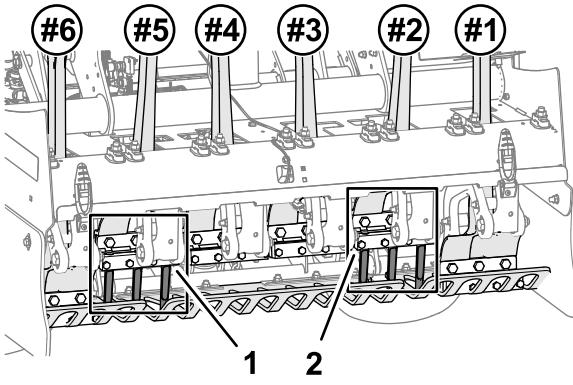
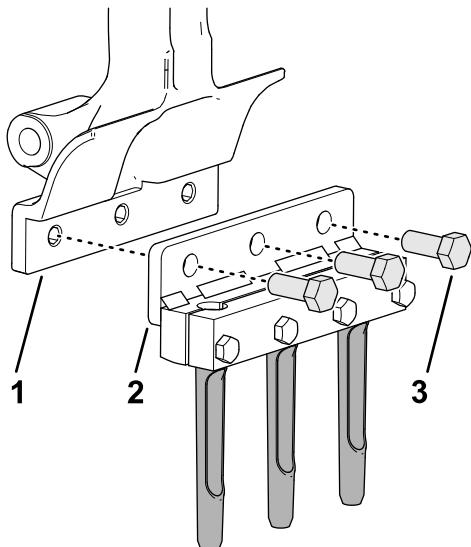

图 42
图 43
1. 用 3 个螺栓 $\frac{1}{2} \times 1\text{-}\frac{1}{4}$ 英寸将打孔针夹头和打孔针松松地组装到 2 号打孔针臂 图 42 和 图 43。